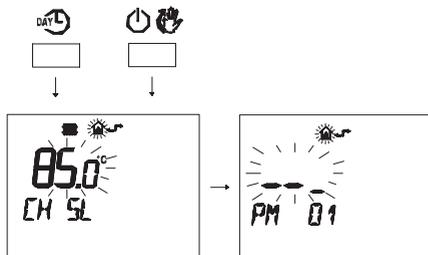

Figura 5.51
- Premere contemporaneamente i pulsanti **DAY L** e **ON/OFF** per entrare nella programmazione trasparente (Figura 5.51).